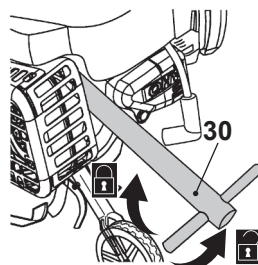

Fig. 32
2. Desaparafuse a vela de ignição no sentido contrário ao dos ponteiros do relógio utilizando uma chave de vela de ignição (30) e remova-a cuidadosamente (fig. 32).